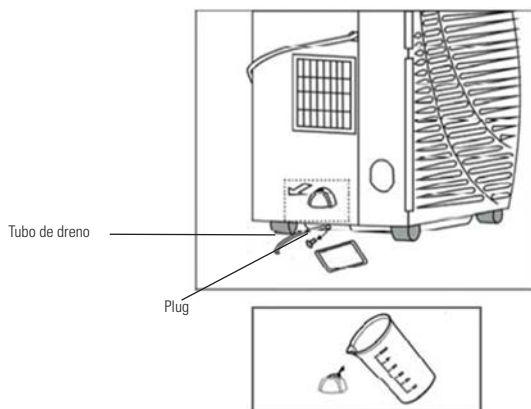

FIGURA 13.1
- Por favor, apague el aparato antes de moverlo hacia un local en donde pueda drenar el agua y, enseguida, abra el orificio de agua de dreno. (Figura 13.1)
- Usted puede drenar el agua con un tubo de dreno. El mismo está incluido en el accesorio. (Figura 13.1)